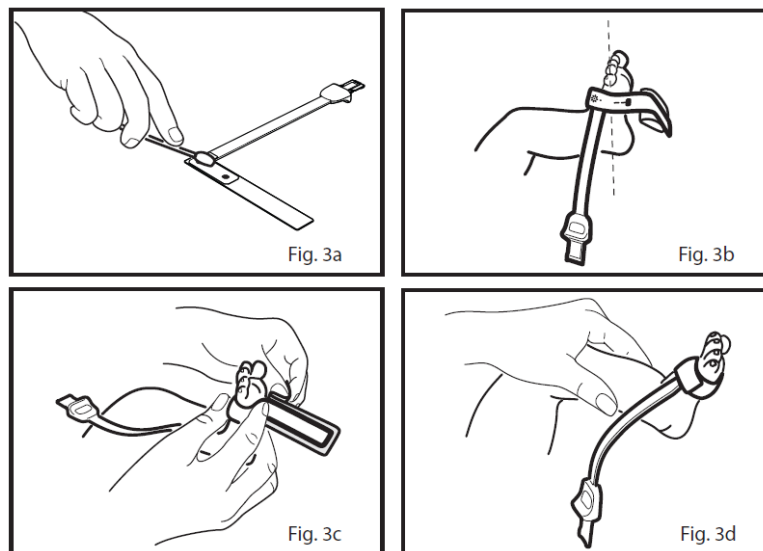

Fig. 22 RD SET Sensor Anwendung für Neugeborene und Frühgeborene
- 2 Siehe Bild 3a in Fig. 22: Bei empfindlicher Haut kann die Klebrigkeit des medizinischen Klebstoffs vermindert oder beseitigt werden, indem Sie die Klebestellen mit einem Wattebausch oder einer Gaze betupfen.
- 3 Siehe Bild 3b in Fig. 22: Richten Sie das Sensorkabel auf den Knöchel (oder das Handgelenk).
- 5 Siehe Bild 3c in Fig. 22: Wickeln Sie die Klebe-/Schaumstofffolie um die seitliche Seite des Fußes (oder der Hand) und stellen Sie sicher, dass das Sendefenster (roter Stern) direkt gegenüber dem Detektor ausgerichtet ist. Achten Sie auf die korrekte Ausrichtung des Detektors und des Sendefensters, während Sie die Klebe-/Schaumstofffolie anbringen, um den Sensor zu sichern.
- 6 Siehe Bild 3d in Fig. 22: Überprüfen Sie die korrekte Positionierung.